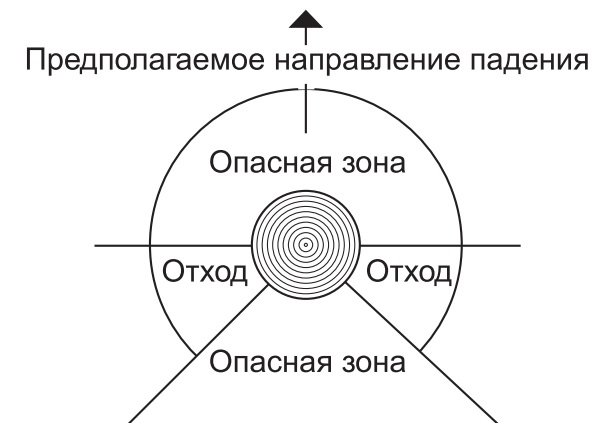

Рисунок 13 — Опасная зона при валке дерева
• Уберите подлесок вокруг дерева, наметьте и расчистите путь отхода, принимая во внимание любое препятствие или помехи (камни, ветви, ямы и т.п.). Ваша линия отхода (см. рис. 13) должна вести от ожидаемой линии падения под углом назад.
- Опасная зона — это зона окружающая дерево диаметром, равным 2,5 его длины (см. рис. 13). Убедитесь, что во время валки в этой зоне нет людей.